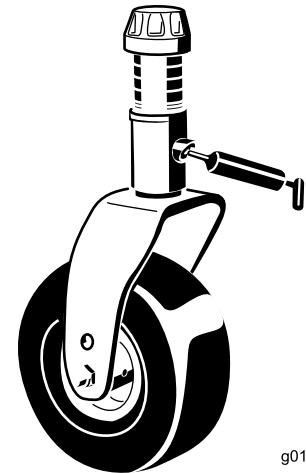

Figure 69
- 2 bagues d'axe de fourche de roue pivotante (Figure 69)